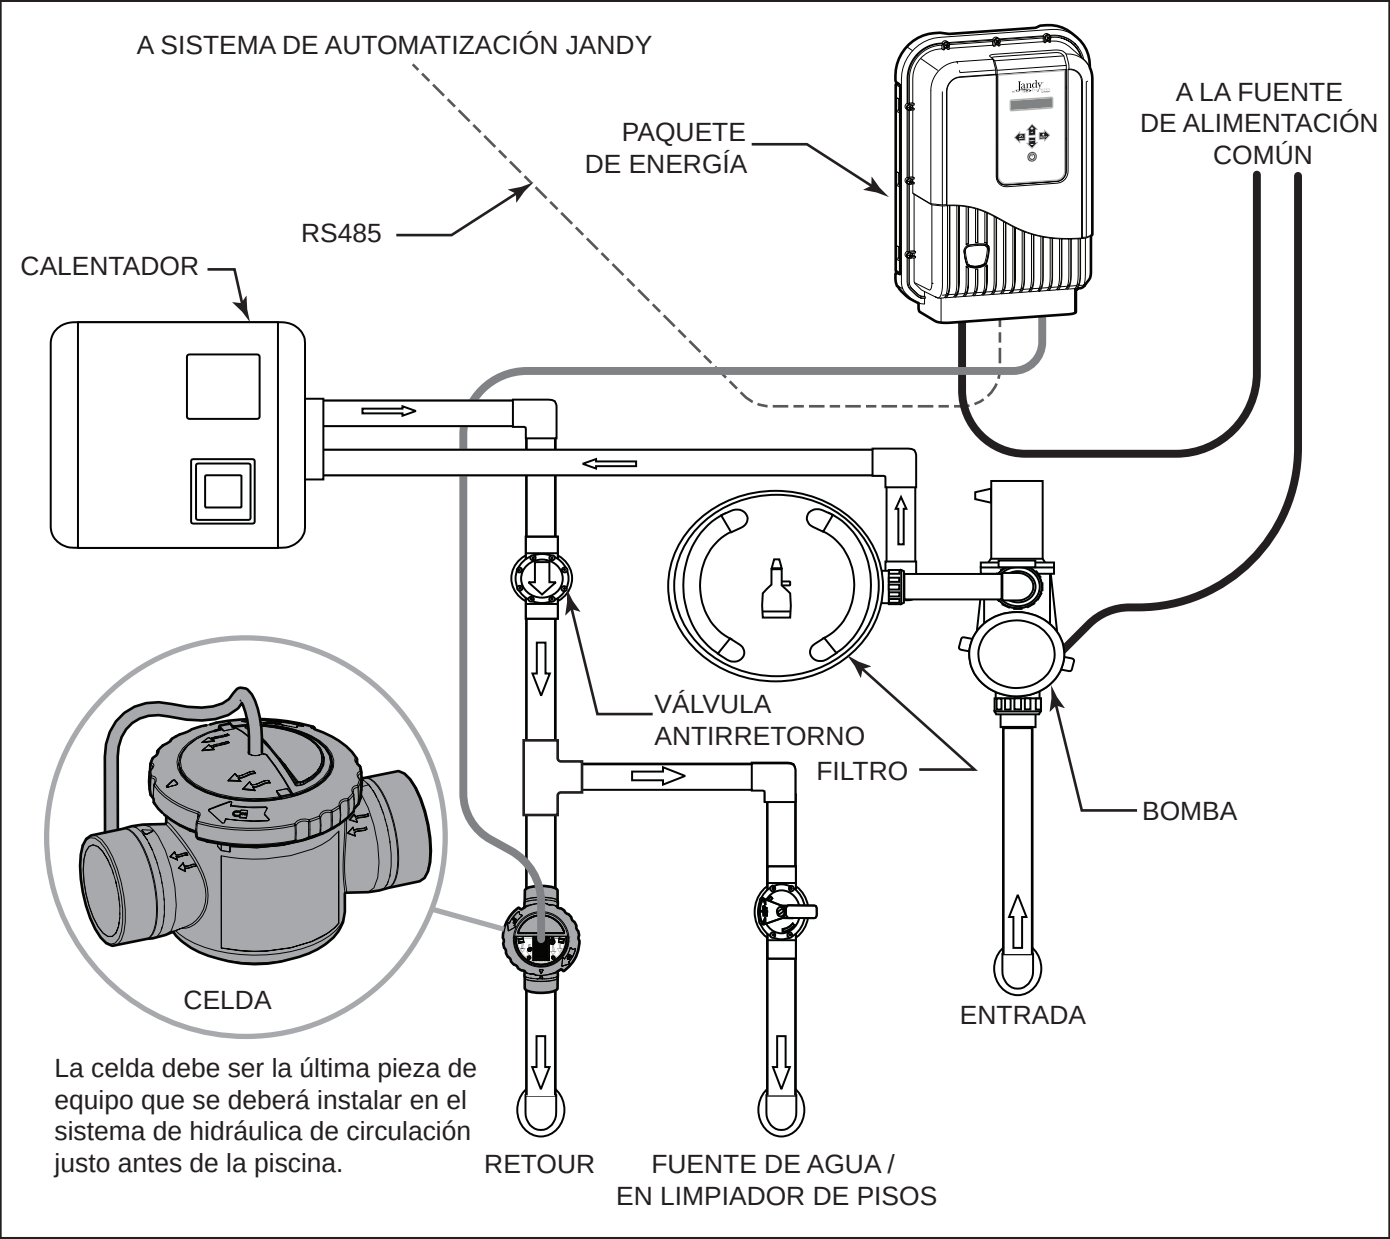

Figura 1. Ejemplo de instalación
**NOTA** Se debe instalar la celda en una longitud horizontal de 40 cm (16 in) de tubo después de los calentadores, las bombas y los filtros, como la última pieza del equipo en el sistema de hidráulica de circulación, y antes de la entrada a la piscina (ver la Figura 1).
**NOTA** Se debe instalar la celda en una longitud horizontal de 40 cm (16 in) de tubo después de los calentadores, las bombas y los filtros, como la última pieza del equipo en el sistema de hidráulica de circulación, y antes de la piscina (ver la Figura 1).